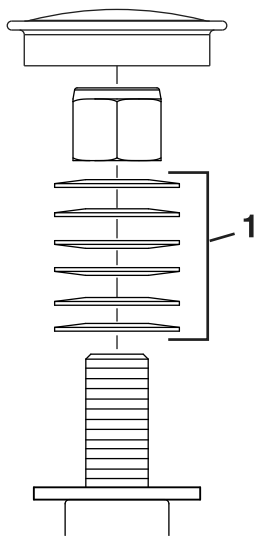

Figura 55
3. Retire el tapón guardapolvo de la rueda giratoria y apriete la contratuerca (Figura 55).
4. Apriete la contratuerca hasta que las arandelas de muelle estén planas, luego afloje ¼ de vuelta para establecer la pre-carga correcta de los cojinetes (Figura 55).
Importante: Asegúrese de que las arandelas de muelle están correctamente instaladas, según se muestra en Figura 55.
5. Coloque el tapón anti-polvo (Figura 55).